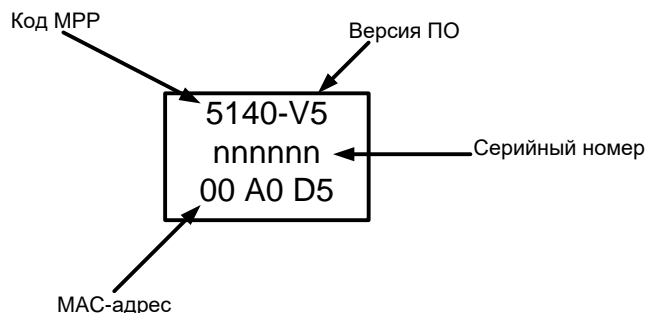

Рисунок 5 - Шильдик на плате MPP
- Поле **«MAC адрес»** содержит уникальный трехбайтовый код, который присваивается MPP на этапе производства. Значение MAC-адреса указано на шильдике, который приклеен на лицевой стороне платы (см. рисунок 5).